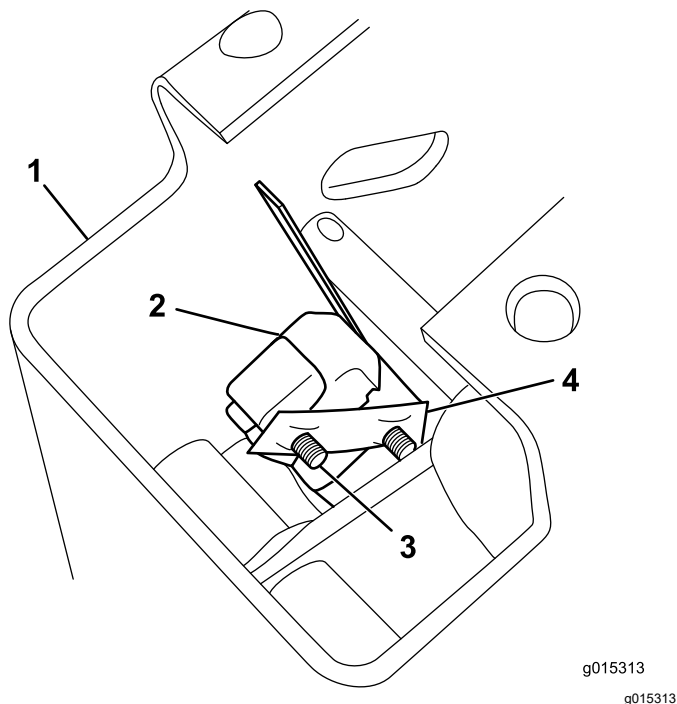

Figura 2
4. Monte o interruptor no lado direito do conjunto das mudanças utilizando 2 parafusos (n.º 4 x ¾ pol.) e porca de velocidade (Figura 2).